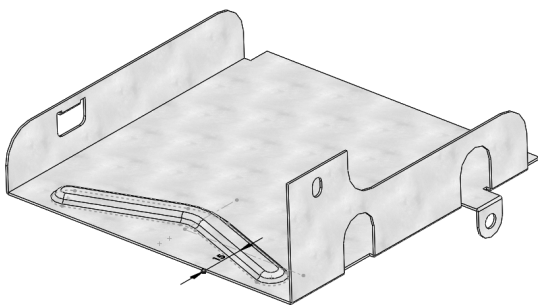

图 8-56 使用“成形工具”命令创建硬盘架的凸出筋
STEP 8 将“筋凸台工具 2.SLDPRT”文件复制到某文件夹，并在设计库中设置该文件夹为“成形工具”文件夹，拖动“筋凸台工具 2”到底面钣金的外表面上，并定义其位置，对钣金进行压凹处理，如图 8-56 所示。